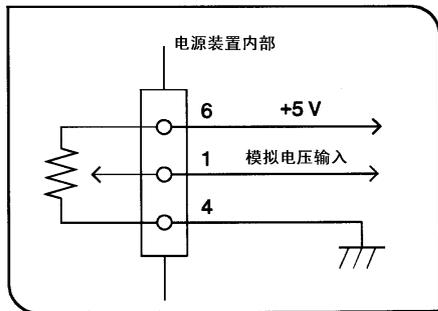

图 7
## (3) 使用外接 VR 控制光强 (图 7)
- 1. 如图 7 所示, 连接 VR。